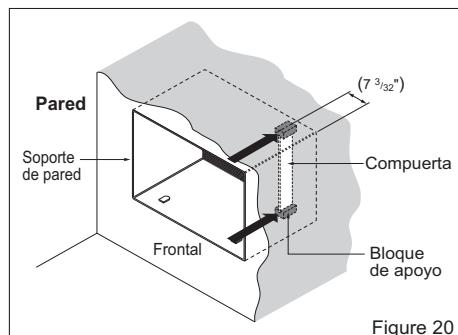

Figure 20
- 6 Retire el envoltorio de los bloques de apoyo y acópleslos al interior del soporte de pared como muestra la Figure 20. Deslice la compuerta en las ranuras de los bloques de apoyo.